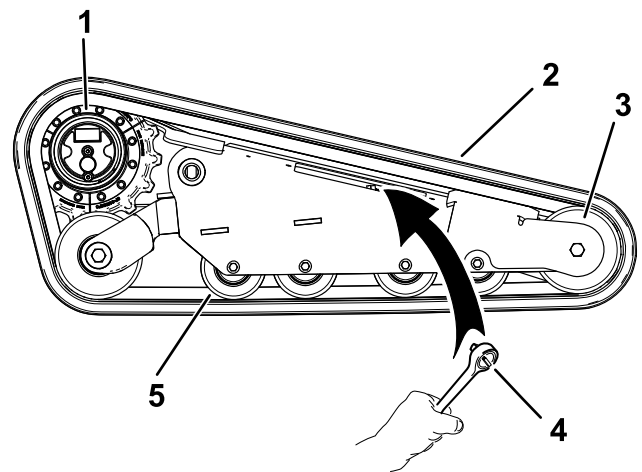

Figura 67
7. Usando una llave de carraca de 1/2", alivie la tensión en la oruga girando el tornillo tensor en sentido horario (Figura 65 y Figura 67).
1. Pase la oruga nueva alrededor de la rueda delantera (Figura 67).
2. Empuje la oruga por debajo de y entre las ruedas de rodaje y colóquela alrededor de la rueda tensora trasera (Figura 67).